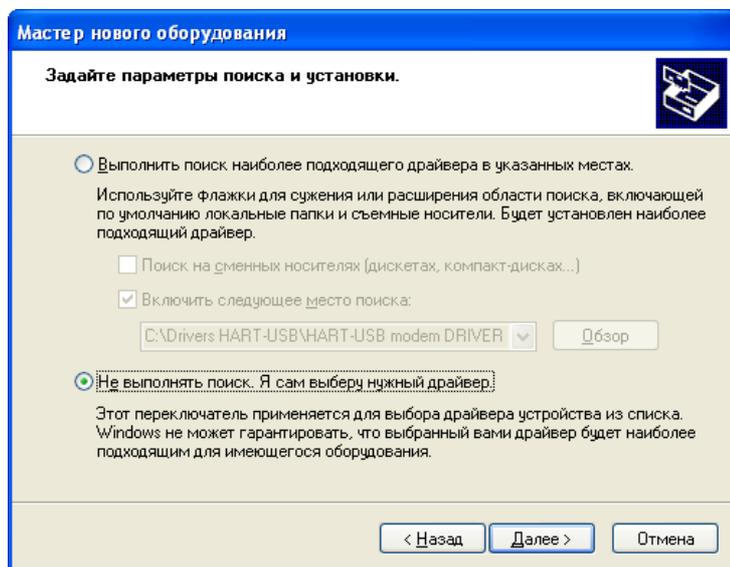

Рисунок 3
2.2.3.3 В параметрах поиска и установки «Мастера нового оборудования» (рисунок 3) выбрать пункт «Не выполнять поиск. Я сам выберу нужный драйвер».